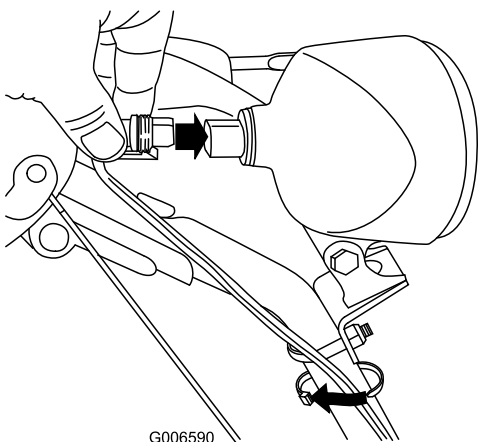

Figura 57
6. Inserite il connettore del cavo nel retro del faro, finché non è saldo (Figura 57).